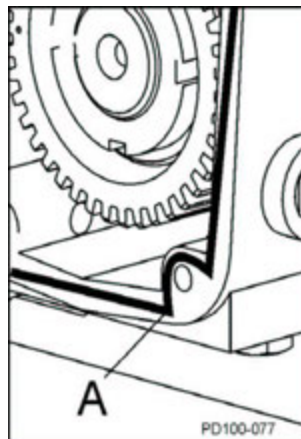

Abb.96 Lage der Dichtung
3. Bringen Sie Silikondichtmasse auf der Rückseite des Getriebegehäuses auf. (bei silikonfreien Modellen kann Gore-Tex® Dichtband verwendet werden.) Das Band auf der Innenseite der Bohrlochabsätze anbringen. (Abb. 96, Pos. A).